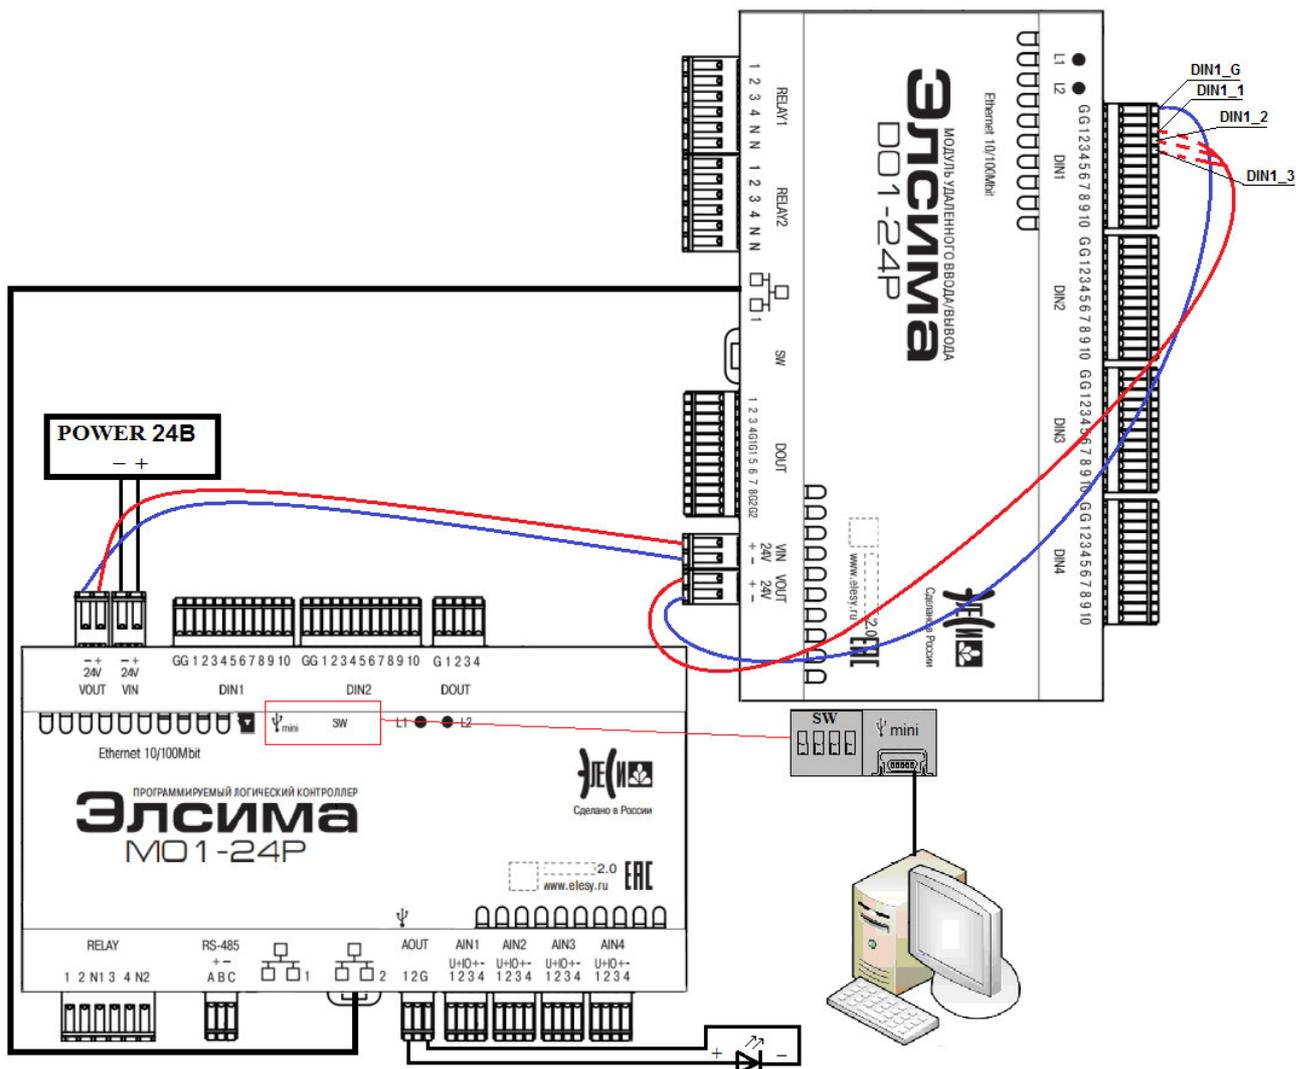

Рисунок 2.1 – Схема подключения контроллера и модуля УВВ-Элсима-D01
4. Соединить одним проводом VOUT «-» модуля УВВ Элсима-D01 с DIN1\_G модуля. Другой провод подключить одним концом к разъему VOUT «+», вторым концом провода можно подавать сигналы на дискретный вход DIN1 (рисунок 2.1).
5. Подключить контроллер к компьютеру путем соединения разъема «mini-USB тип В» (Ψ mini) ПЛК кабелем USB с ПК (рисунок 2.1), используя драйвер виртуальной сети RNDIS. Подробную информацию о драйвере можно найти в документе «Контроллер программируемый логический Элсима. Руководство по эксплуатации».
Для работы с дискретным вводом модуля УВВ Элсима-D01 необходим провод, один конец которого подключается к **VOUT «+»**, а второй подает поочередно сигналы на **DIN1\_1**, **DIN1\_2** и **DIN1\_3** (рисунок 2.1).